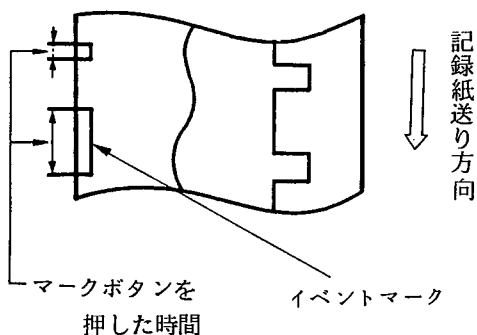

図4-3
イベントマークボタン⑤を押している間、図4-3の様に記録紙左端にマークされます。実験の開始やメモとして御使用下さい。